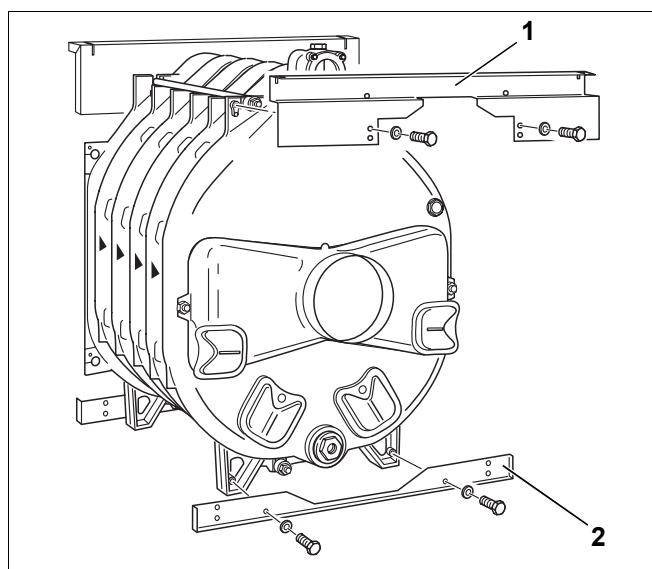

Bild 31 Montage – hintere Traversen
- ▶ Die Quertraverse oben hinten (Bild 31, **Pos. 1**) auf den Gussnocken fixieren und mit Maschinenschrauben (M 8 x 15) am Hinterglied befestigen. Die Abkantung der oberen Quertraverse muss **nach vorne** zeigen.
- ▶ Die untere Quertraverse (Bild 31, **Pos. 2**) mit zwei Maschinenschrauben (M 8 x 15) an den Füßen des Hintergliedes anschrauben. Die Abkantung der unteren Quertraverse muss nach hinten zeigen.